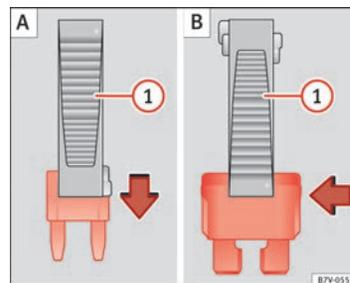

Fig. 204 Retirer ou placer un fusible.
- Dans le cas de *petits fusibles*, encastrez la pince depuis le haut ⇒ fig. 204 (A).
- Dans le cas de *fusibles plus grands*, déplacez la pince latéralement sur le fusible (B).